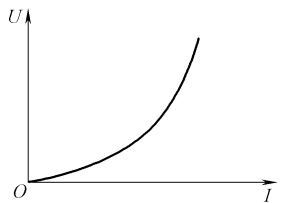

图 4-28 非线性电路的电压随电流变化特性曲线
6) 非线性电路特性曲线。如图 4-28 所示是一个非线性电路的电压随电流变化特性曲线。从图中可以看出, 这不是一条直线, 而是一条曲线, 在不同的电压、电流下, 有不同的电阻, 即电阻值是随电流、电压变化而变化的, 这样的电路称为非线性电路。